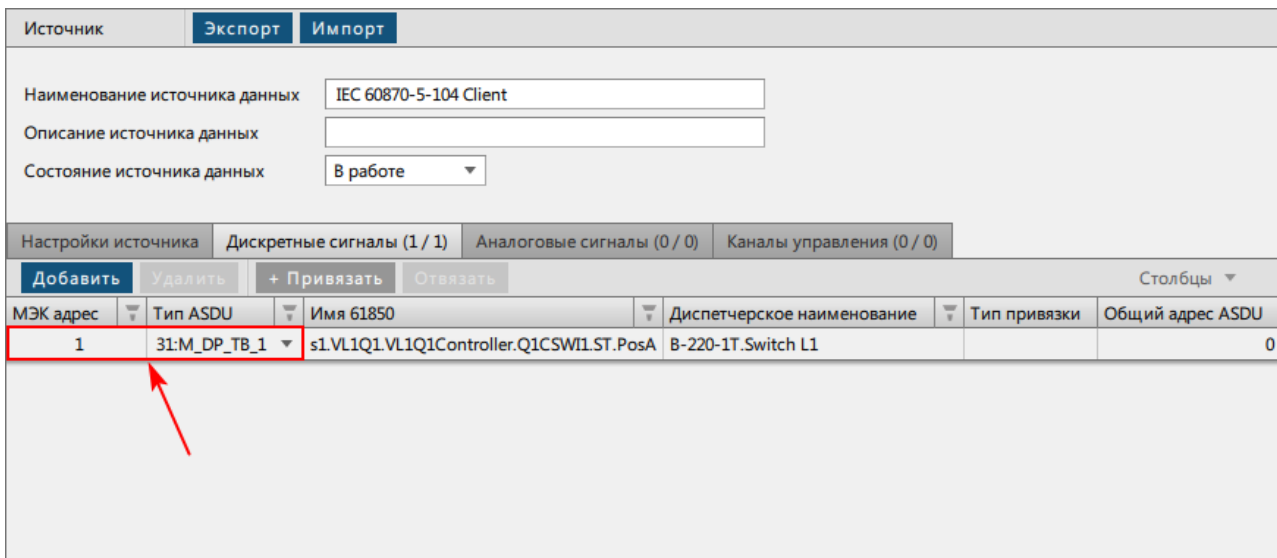

Рисунок 181 - Область для изменений значений
10. Отредактируйте значения **МЭК адрес** и **Тип ASDU** в соответствии с данными на устройстве нижнего уровня (Рисунок 181).